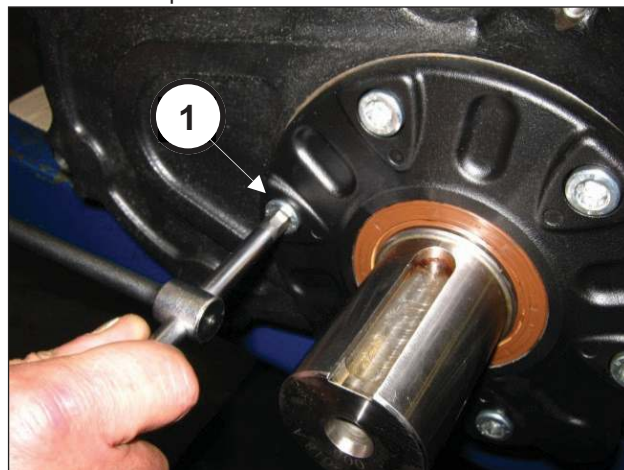

Fig. 3
Svitare le viti di fissaggio coperchio pignone (pos. ①, Fig. 3) e rimuovere il coperchio dall'albero.